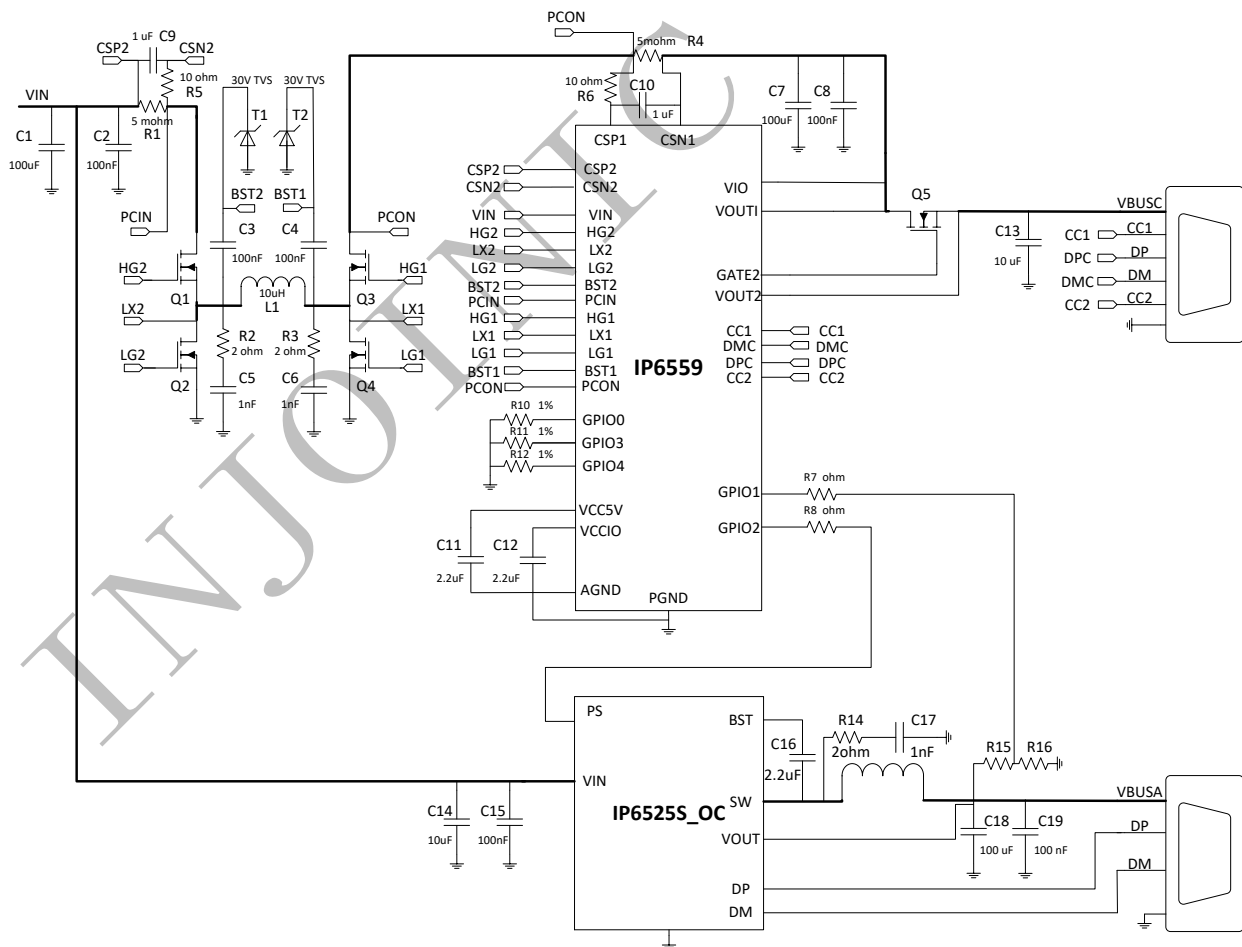

图 11 IP6559 + IP6525S\_OC 做 USB-A 和 USB-C 双口智能调节输出功率的典型应用原理图
3. 图 11 中，调节接地电阻 R10/R11/R12 可以改变双口不同状态下的 IP6559 的 C 口 PDO，如不需要对应状态降功率的功能，不焊接 R11 或 R12 即可；